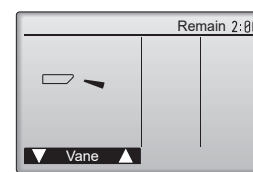

Fig. 7-4
- ② Pulse el botón [SELECT/HOLD] para visualizar la pantalla de funcionamiento Lama, y luego pulse los botones [F1] y [F2] para comprobar el sistema automático de desviación del aire. (Fig. 7-4)